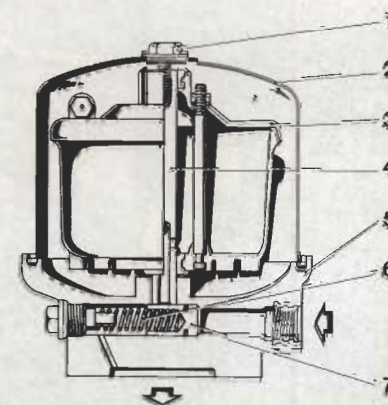

Fig. 2.5. — Depurador centrífugo de aceite.
2.9 ENTRETENIMIENTO DEL DEPURADOR CENTRIFUGO (fig. 2.5)